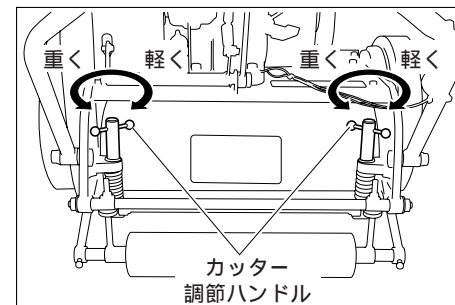

図24
1. 調節ハンドルを右へ回すと、かみ合いは軽くなり、左へ回すとかみ合いは重くなります。(図24)